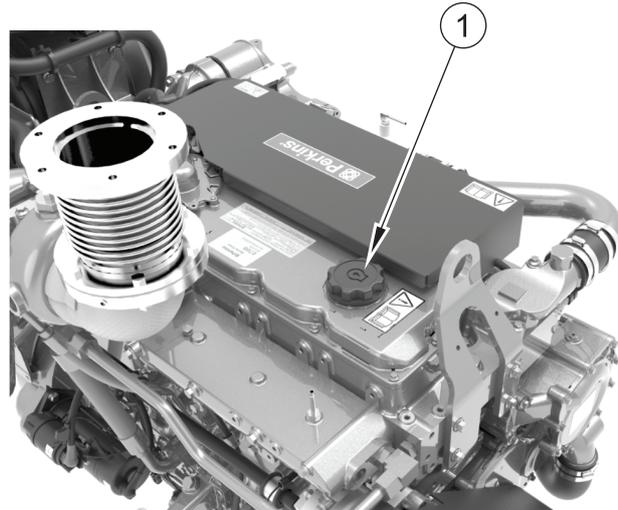

Abbildung 29
6. Nehmen Sie den Ölfülldeckel (Abbildung 29, Nummer 1) ab.